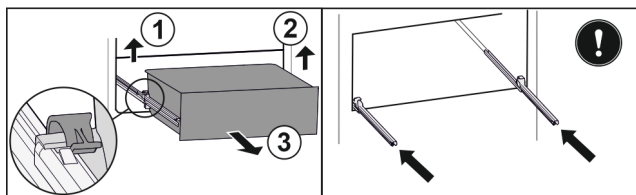

Fig. 170
- Ngrini lart kapësen e majtë dhe në të njëjtën kohë tërhiqni nga përpara sirtarin e majta. Fig. 170 (1)
- Ngrini lart kapësen e djathtë dhe në të njëjtën kohë tërhiqni nga përpara sirtarin nga e djathta. Fig. 170 (2)
- Hiqeni sirtarin nga përpara. Fig. 170 (3)